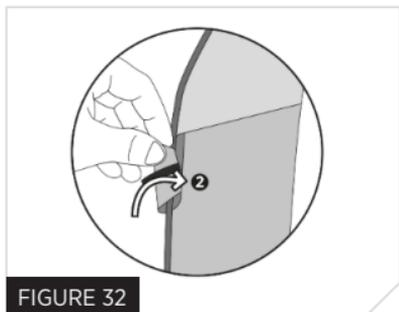

FIGURE 32
8. Sécurisez le point d'éclatement en rentrant la languette de rupture à l'intérieur du garage de rupture à l'aide de la fermeture crochet et boucle (Fig. 32).